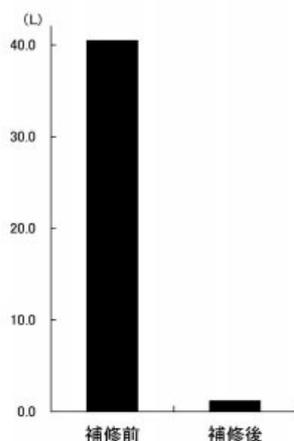

図1 補修の効果
2. 補修により、水路の漏水を防止する効果がある（図1）。また、補修後約1年経過後の農業者へのアンケート調査では補修前よりも圃場が乾くようになったという意見が多かった（表3）。